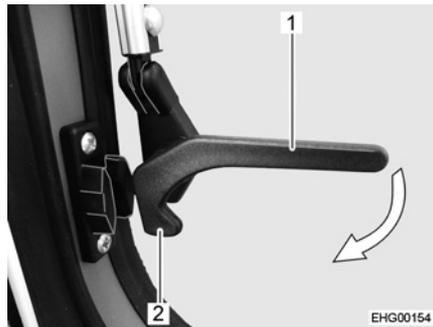

Fig. 25 Palanca de bloqueo de al lado (posición "abierta")
- Girar la palanca de bloqueo de al lado (Fig. 25,1) un cuarto de vuelta hacia el marco de la ventana hasta que engatille el saliente de bloqueo (Fig. 25,2).